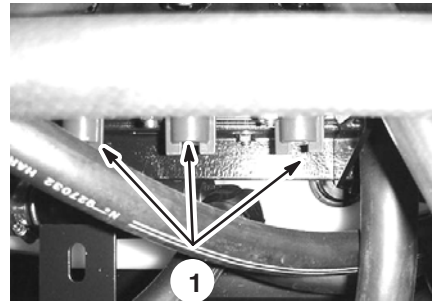

Bild 27
11. Verstellen Sie das Sicherheitsventil des Spritzgestänges (Bild 27) unter dem Spritzgestängereguliertventil für das abgestellte Spritzgestänge so lange, bis der auf dem Manometer angezeigte Druckwert dem in Schritt 8 angezeigten Wert entspricht.